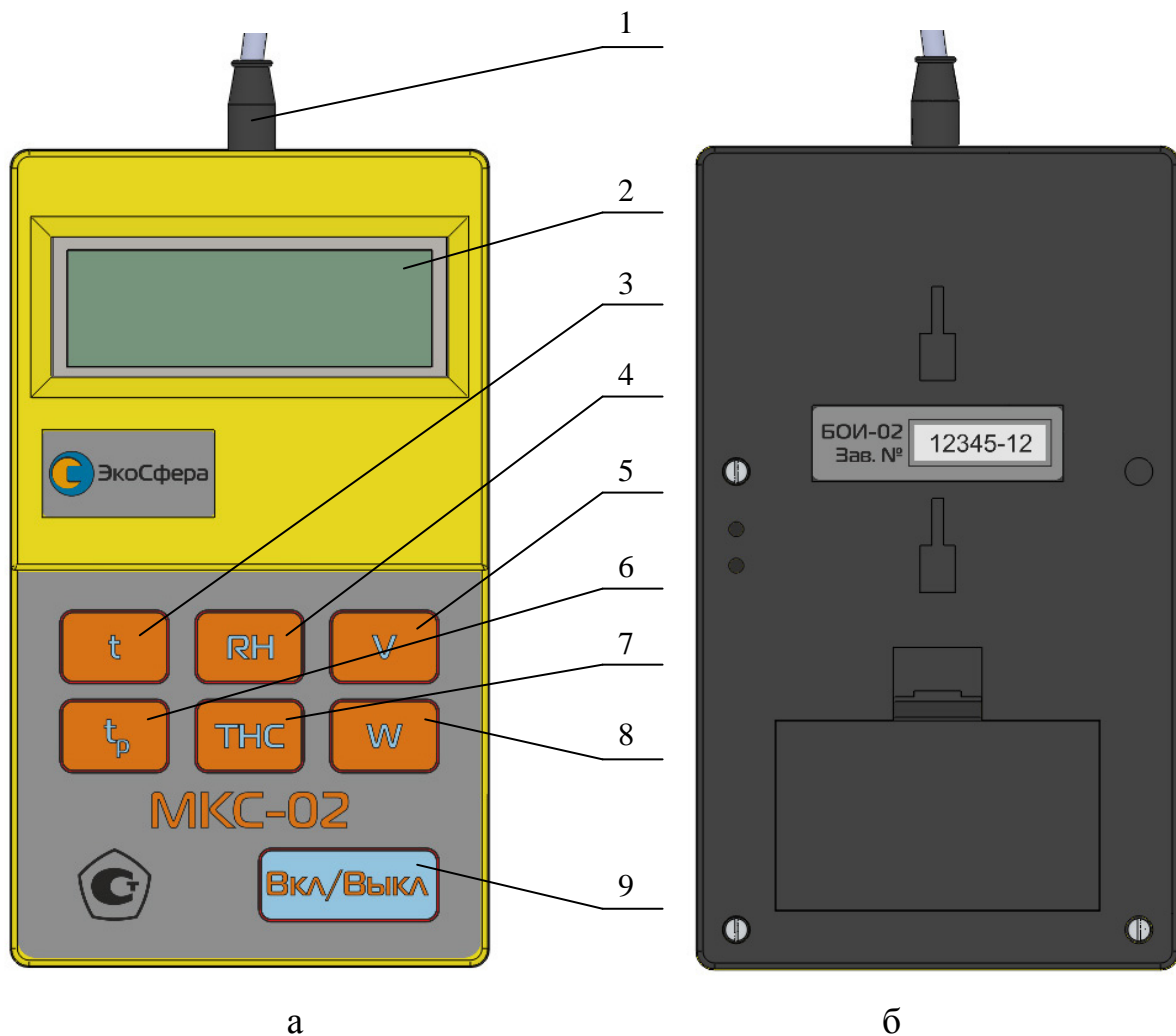

Рис. 1 – Внешний вид блока отображения информации МКС-02
1.3. Включение МКС-02 производится нажатием кнопки «Вкл/Выкл», кнопка 9 (рис. 1) на корпусе МКС-02. При этом на дисплее отображается заставка, содержащая информацию (рис. 2):
- «t» (кнопка 3, рис. 1) – режим измерения температуры воздуха (рис. 1);
- «RH» (кнопка 4, рис. 1) – режим измерения относительной влажности воздуха. При длительном нажатии на кнопку (по отдельному заказу) включается или выключается подогрев датчика влажности, при этом на экране появляется или пропадает символ . **При использовании нагревателя данные по всем каналам измерения становятся некорректными; после отключения**
- «**V**» (кнопка 5, рис. 1) – режим измерения скорости движения воздуха;
- «**t_p**» (кнопка 6, рис. 1) – режим вычисления результирующей температуры и радиационной температуры (только при наличии «черного шара»);
- «**ТНС**» (кнопка 7, рис. 1) – режим индикации температуры внутри «черного шара» и вычисления индекса ТНС. При отсутствии «черного шара» прибор показывает значение ТНС, рассчитанное в предположении, что температура внутри «черного шара» совпадает с температурой воздуха. Соответствующее значение является прогнозным и **не может быть использовано в качестве результата измерения;**
- «**W**» (кнопка 8, рис. 1) – режим измерения интенсивности теплового облучения (только при наличии «черного шара») и барометрического давления.
2.3.5. Выключение прибора осуществляется нажатием кнопки «Вкл/Выкл» (кнопка 9, рис. 1). При этом вывод на дисплей измеренных данных прекращается и на дисплее прибора в течение двух секунд удерживается заставка с изображением предприятия – изготовителя и далее вывод на дисплей информации прекращается. При выключении измеритель издает короткий звуковой сигнал.